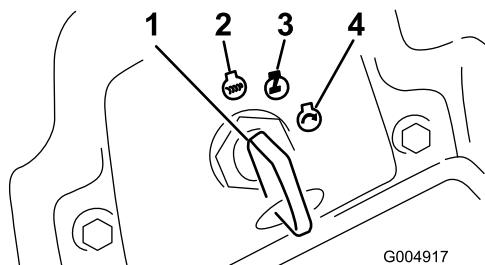

Figura 18
6. Girate la chiave di accensione in senso orario, in posizione di marcia (Figura 18).
3. Girate la chiave di accensione in posizione Off (Figura 18). Attendete che tutte le parti in movimento si siano fermate, prima di lasciare il posto di guida.